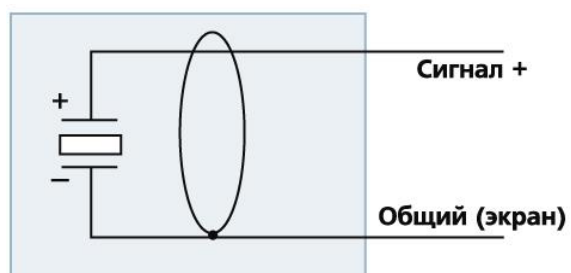
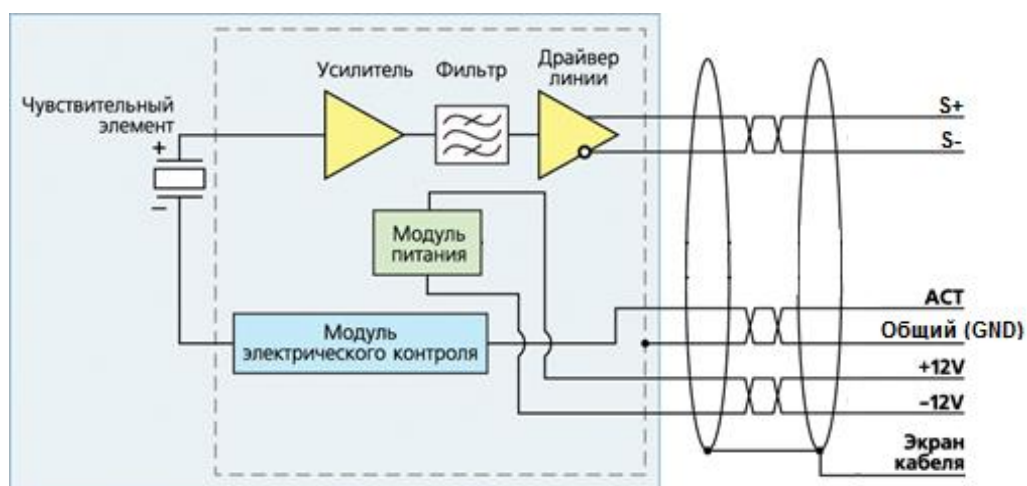

Рис. 1.2 Структурная схема гидрофонов ВС 311 и ZET 321
Рис. 1.4 Структурная схема гидрофонов BC 313 и ZET 323
1.6.6 Структурные схемы гидрофонов (ВС 311, ZET 321), ВС 312, (ВС 313, ZET 323) представлены на Рис. 1.2-Рис. 1.4.